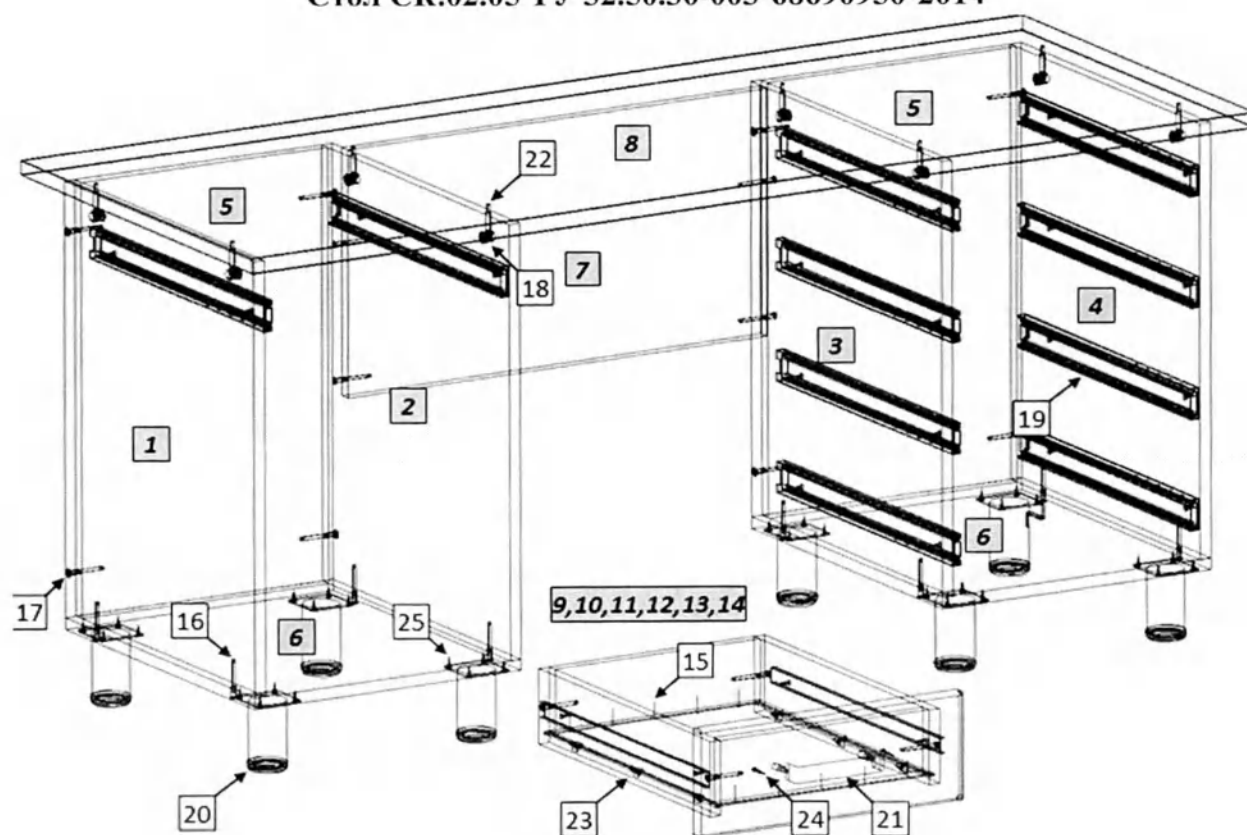

Рис. 1
1. Внимательно ознакомьтесь со схемой сборки, изображённой на рис. 1, сверяясь со спецификацией на изделие. Согласно схеме и спецификации определите расположение деталей в изделии и порядок их сборки. Сборка производится на ровном полу, укрытом материалом, предотвращающим повреждение покрытия пола и деталей мебели. Подготовьте необходимые для сборки инструменты – плоскую и крестовую отвёртки, молоток, рулетку или линейку.
2. На боковых стенках (1,2,3,4) установите цилиндрические части эксцентриковых стяжек (22). На боковых стенках (1,2,3,4) шурупами 4×16 (25) закрепите направляющие (19). На крышке (8) установите штоки эксцентриковых стяжек (22).
3. Евровинтами (16), как показано на рис. 1, соедините боковые стенки (1,2,3,4) с вертикальными стенками (5) и горизонтальными стенками (6). Шурупами 4×16 (12) закрепите опоры (20). Тумбы соедините вертикальной стенкой (7), установив её при помощи евровинтов. Установите крышку (8). Затяжка соединения производится путём поворота эксцентриков до упора в направлении стрелки, выштампованной на корпусе стяжки. На видимые головки евровинтов и эксцентриков установите заглушки (17,18).
4. Сборка ящиков. Евровинтами (16) соедините боковые стенки ящика (9,10) с задней (11) и передней (12) стенками. Дно ящика (13) установите в пазы и закрепите к задней и передней стенке гвоздями (15), к боковым стенкам – уголками (23). Шурупами 4×16 (23) закрепите на боковых стенках ящика узкие части направляющих (19). Шурупами 3.5×30 (24) закрепите фасад (14) к передней стенке ящика (12). Установите ручку (21). Установите собранные ящики в корпус стола.